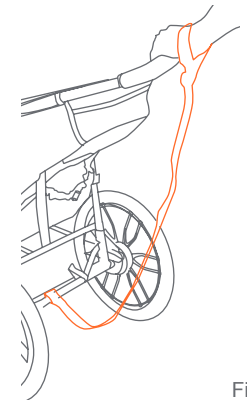

Fig. 18b
- **DRAGONNE DE SÉCURITÉ :** Toujours attacher au poignet la sangle de sécurité en faisant du jogging. Cette sangle retiendra la Poussette, dans le cas où vous tombez à la course (Fig. 18b).